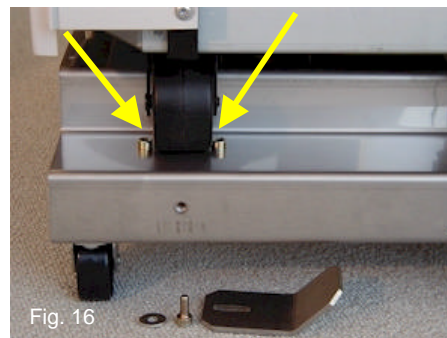

Fig. 16
- Ausgabereinheit so auf den Unterstand aufsetzen, dass deren Rollen auf dessen Rand zu stehen kommen. Die hintere rechte Rolle soll, wie in Abb. 16 gezeigt, zwischen den beiden Führungsbolzen stehen. Das Bild zeigt auch einen Rollen-Festhalter mit Schraube und Unterlagsscheibe aus der Zubehörschachtel.